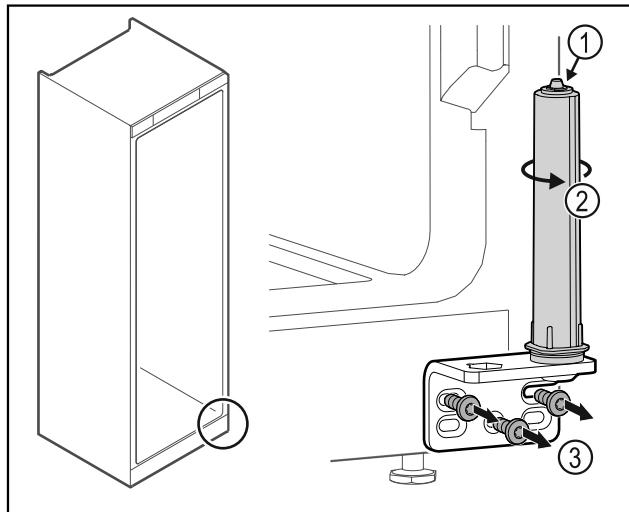

Fig. 37
- Μην αποσυναρμολογείτε το σύστημα κλεισίματος πόρτας Fig. 37 (1).
- Περιστρέψτε το σύστημα κλεισίματος Fig. 37 (2), μέχρι να κάνει κλικ.
- Ξεβιδώστε τη γωνία μεντεσέ Fig. 37 (3).